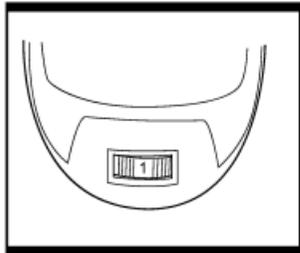

Fig. 3
3. INTERRUPTOR DE CONTROL DE VELOCIDAD VARIABLE (Fig. 3)